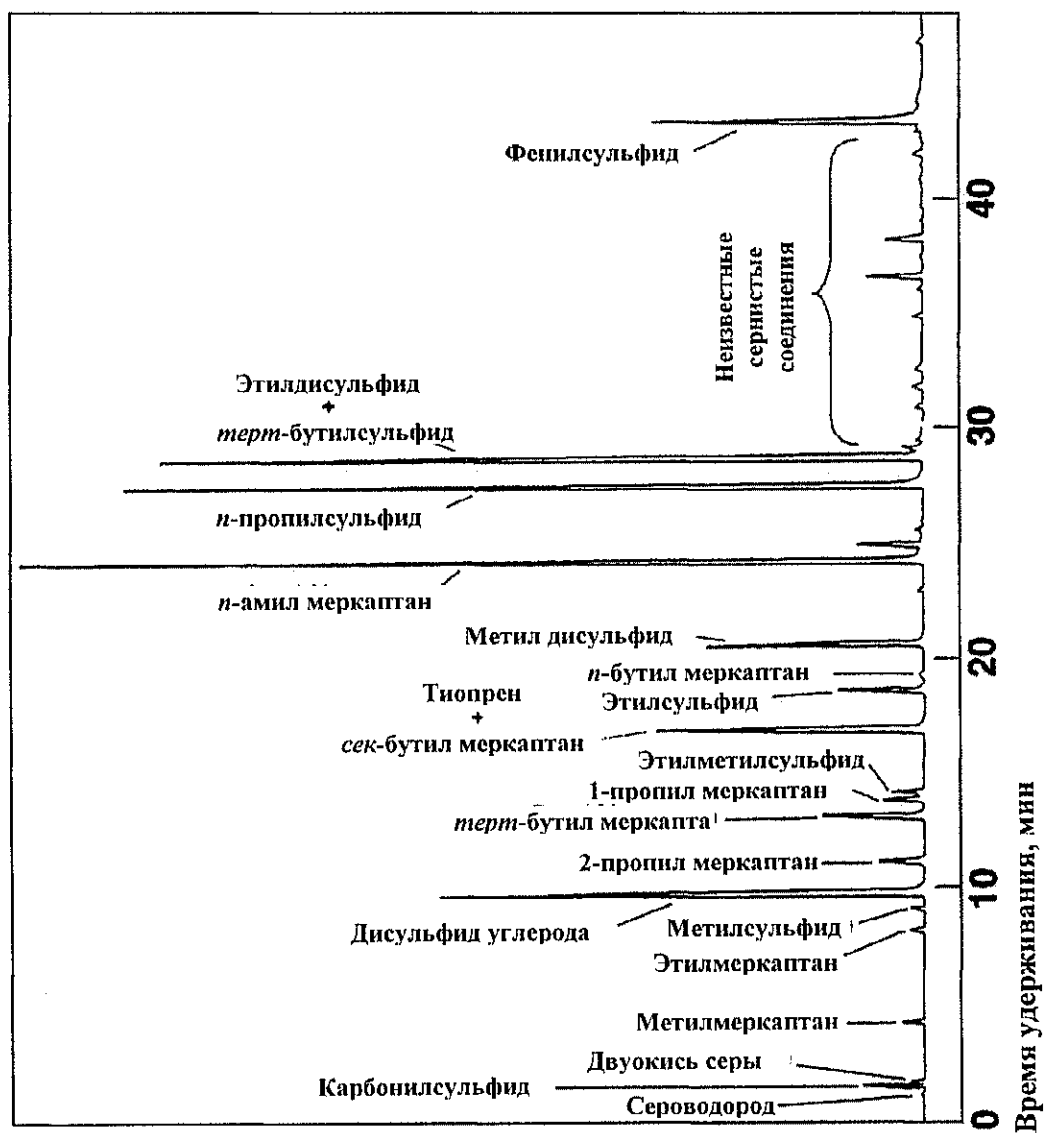

Рисунок 3
15. Идентифицируйте анализируемые компоненты путем сравнения полученной хроматограммы со стандартной хроматограммой (см. рисунок 3).